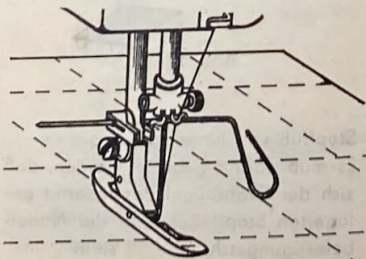

Abb. 58
40. Wattierungsarbeiten (Abb. 58) (siehe Abschnitt 19 Punkt 4)